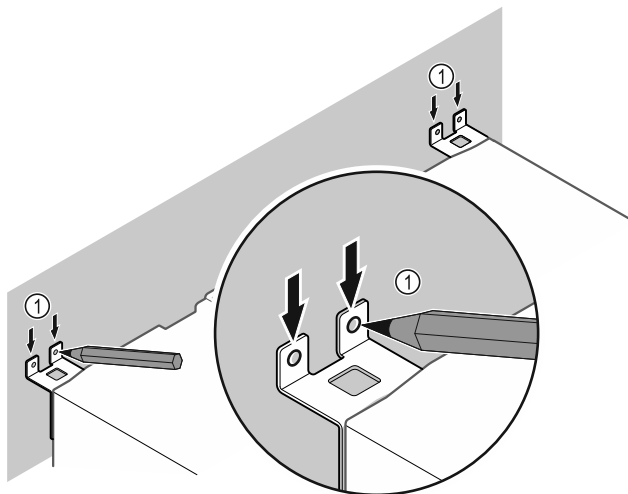

Fig. 10
- Markierungen an der Wand setzen Fig. 10 (1).